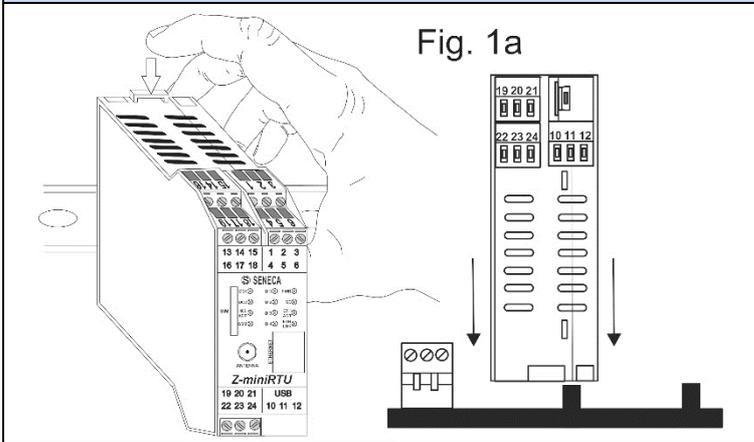

Fig. 1a
- 2) Insérez le connecteur IDC10 arrière du module sur une fente de connexion libre de l'accessoire Seneca pour rail DIN CEI EN 60715, comme illustré sur la Fig. 1a.
- 3) Pour fixer le module on le rail DIN serrer les deux crochets sur les côtés du connecteur IDC10 arrière, comme illustré sur la Fig. 1a.